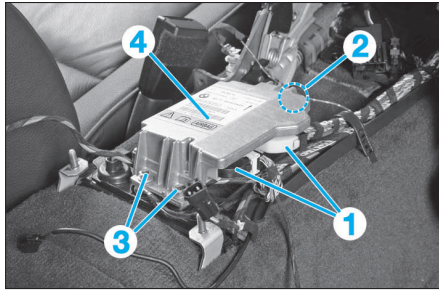

FIG. 18
- Débrancher les deux connecteurs (1) (Fig.18).